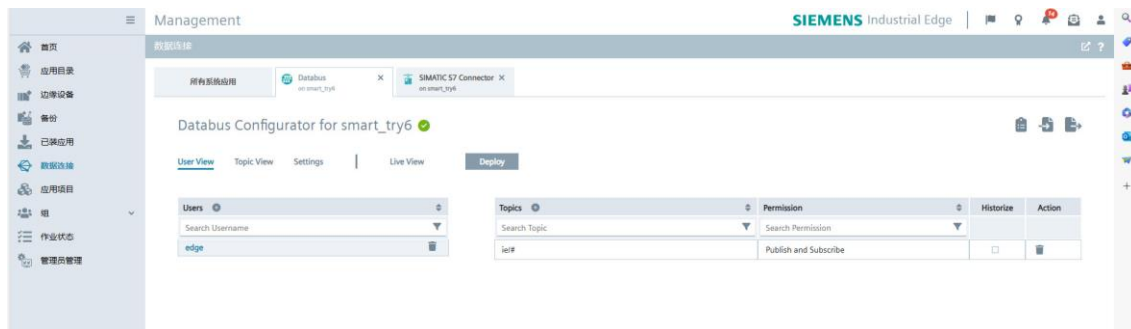

图 4.3.5 样例 Databus 配置图
3. 应用配置并启动项目。完成后如图 4.3.5 所示, 其中的绿色标记会显示与边缘设备的连接状态。
1. 在 IEM 的“App”中打开 IIH Essential 配置器，并在 IIH Essential 连接器中选择 S7 Connector，将图 4.3.5 的 IEM 配置的 Databus 参数填入连接器配置中。